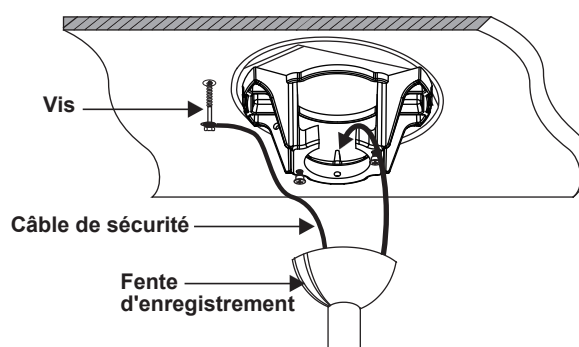

Figure 12
9. Soulevez maintenant l'assemblage du moteur (ventilateur avec pales) en position et placez la boule de suspension dans le support de suspension. Tournez la tige de suspension jusqu'à ce que la « languette de contrôle » soit tombée dans la « fente d'enregistrement » et que la tige de suspension et le siège de l'assemblage de la tige de suspension et la boule soient fermement fixés. La tige de suspension et la boule ne devraient pas tourner si cela est fait correctement. (Fig. 12)
10. Un support de sécurité supplémentaire est fourni pour empêcher le ventilateur de tomber. Fixez le câble de sécurité à la solive de plafond à l'aide d'une vis et d'une rondelle. (Fig. 12)